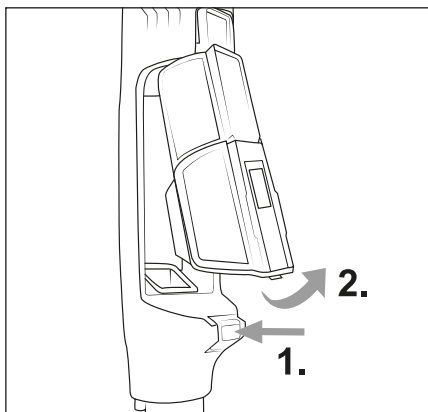

Fig. 14
- 1) Pour extraire le bac à poussière **7** et le bac à filtre HEPA **5** de l'appareil, appuyez sur la touche de déverrouillage du bac à poussière **25**. Retirez d'abord le bac à poussière **7**, puis le bac à filtre HEPA **5** de l'appareil (voir fig. 14).